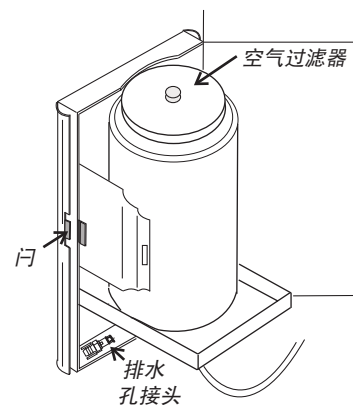

图 7-5. 水瓶
1. 找到连在水瓶检修门内的湿度系统排水接头。请参阅图 7-5。